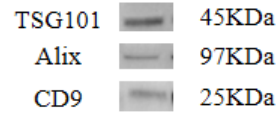

图 1. Exosupur®微量排阻柱分离血浆外泌体的 WB 效果
1. 通过 WB 对 3 个外泌体 marker 阳性蛋白进行表征，结果如图 1 所示 Exosupur®微量排阻柱分离血浆外泌体可检出外泌体阳性标志物。